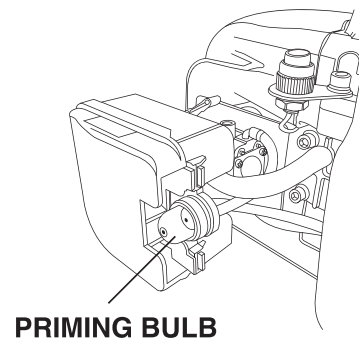

Figure 2
5.1.2 Appuyez plusieurs fois sur la poire d'amorçage (Figure 2) jusqu'à ce que le carburant soit visible dans les conduites de carburant.